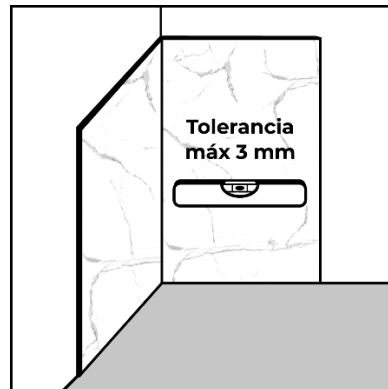

Figura 2
1. Comprobar la planimetría de la pared con una regla de (1,5 metros) en varias direcciones (Figura 2), la máxima tolerancia admitida es (3 mm). En caso de ser superior se debe rellenar con algún material de relleno que quede perfectamente fijado a la pared. Comprobar también que la pared esté libre de humedades. Limpiar todo el polvo, grasa o cualquier otra sustancia que pueda comprometer la adherencia del adhesivo.